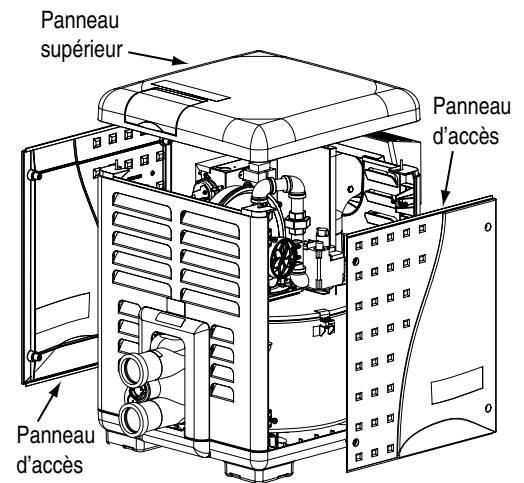

Figure 32.
1. Déboulonner et retirer les panneaux d'accès, (voir la figure 32).